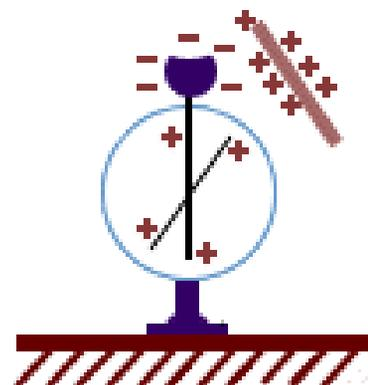

Рис. 1.
1. Рассмотрим электризацию электрометра через влияние. Электрометр состоит из металлического цилиндрического корпуса с боковыми стеклянными стеклами. Внутри электрометра через изолятор вставляется металлический стержень с легкой подвижной металлической стрелкой. На верхнюю часть стержня надевается полый металлический шар (рис. 1).